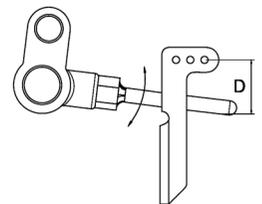

图26 (Fig.26)
棉线，SP线: 7-10mm (D) (图26)。
伸缩尼龙线: 10-15 (D) (D) (图26)。
Cotton \$ sp headr: 7-10mm (D) (Fig.26)
Nylon thread : 10-15mm (Fig.26)